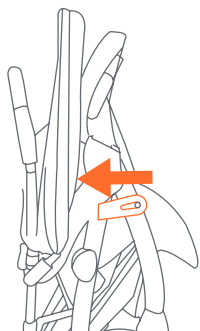
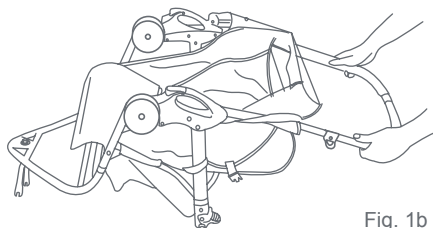

Fig. 1a
Fig. 1b
- 1) • Destrabe la palanca de liberación (Fig. 1a). Despliegue el armazón del carrito tirando hacia atrás del manubrio. Incline el carrito hacia atrás de modo que se apoye sobre el manubrio y el armazón del eje trasero, y que las horquillas de la rueda delantera apunten hacia arriba (Fig. 1b).